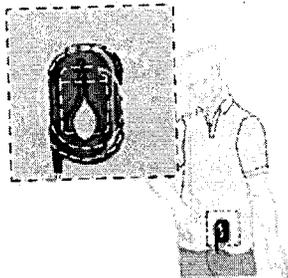

Figura 4.18 Coloque la antena sobre el neuroestimulador.
1. Coloque la antena sobre el neuroestimulador (Figura 4.18).